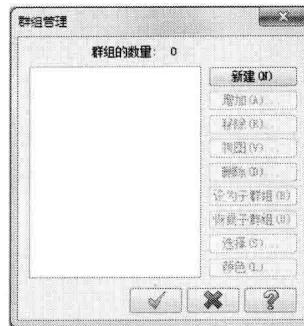

图 1-16 【群组管理】对话框
- 【群组】按钮：单击后弹出【群组管理】对话框，如图 1-16 所示。在复杂的作业环境中，用户可以通过该功能管理群组，以提高工作效率。